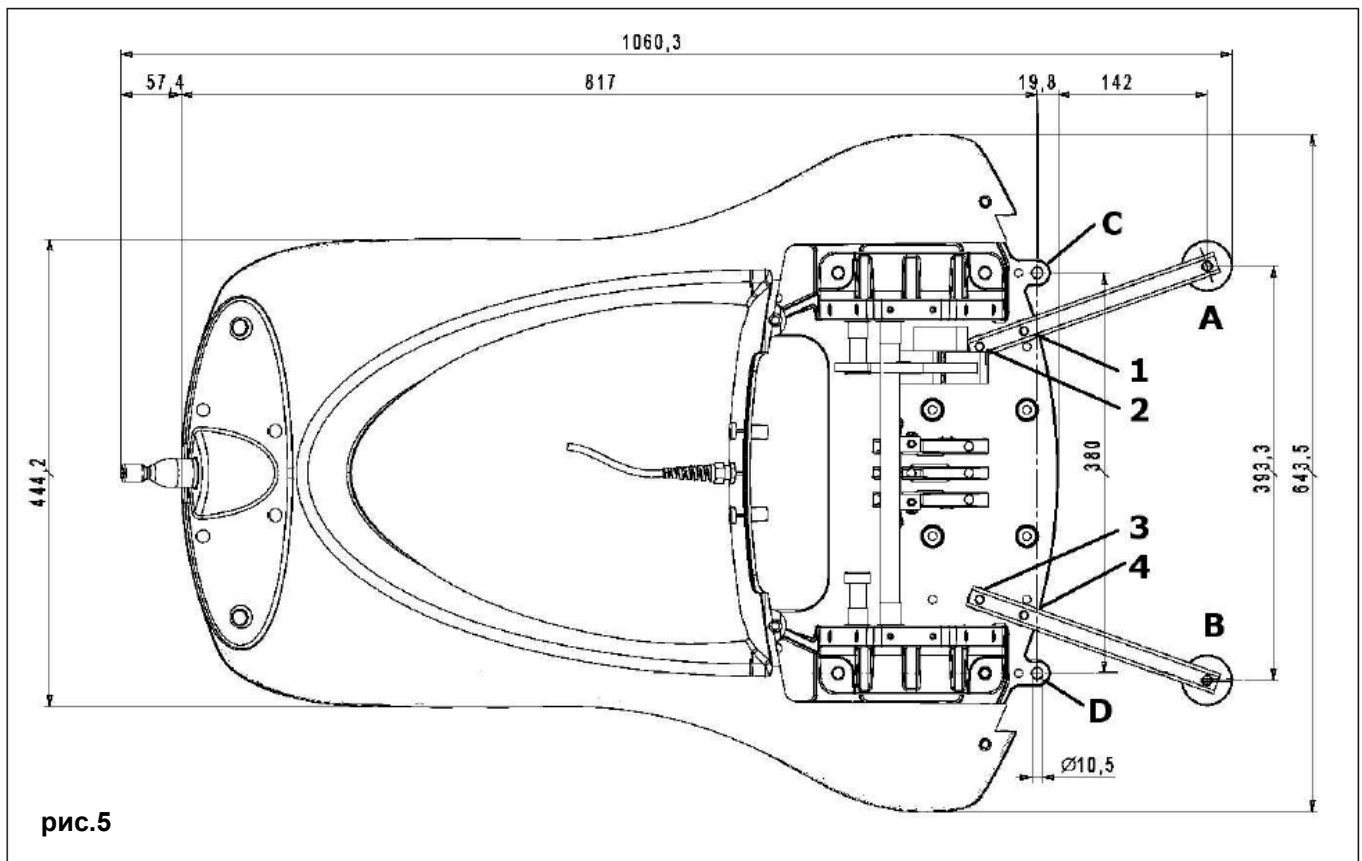

рис.5
Для забезпечення гарної установки крісла, будь ласка, переконайтеся, що підлога в приміщенні, в якому збираються встановити крісло, стійка і плоска: при необхідності пошкоджена або нестійка підлога повинна бути відремонтована. Крісло сконструйоване таким чином, щоб зберігати стійкість без кріплення до підлоги. Це досягається двома вирівнюючими опорами (Рис. 5, положення А і В) для вирівнювання підстави навіть на злегка нерівних поверхнях.
Для пакувальних цілей вирівнюючі штанги поставляються в розібраному вигляді. Необхідно зібрати їх, використовуючи отвори 1, 2, 3 і 4, показані на рис. 5.
- Фіксування крісла до підлоги (з використанням С і D отворів, показаних на рис. 5);